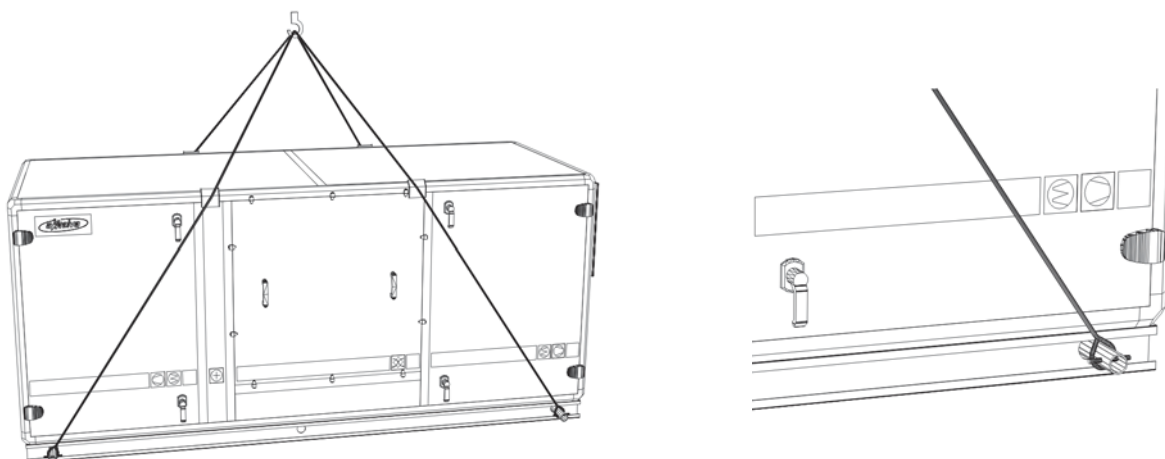

Рис. 2
- Устройства с большей массой поднимаются при помощи крана, как показано на рис. 2.